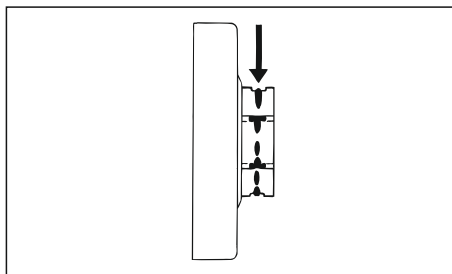

Рис. 72
- Если следы приработки (стрелки) превышают глубину 0,5 мм (рис. 72) – в противном случае снижается срок службы цепи пилы – при контроле пользуйтесь контрольным калибром (специальные принадлежности)